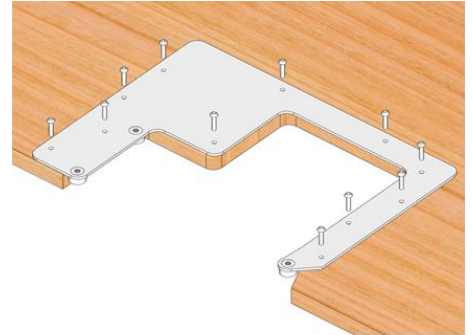

Fig 11
- Fije la placa de montaje con los tornillos (Fig11)